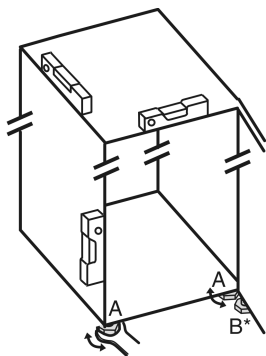

Fig. 24
- ▶ Svitare i piedini regolabili Fig. 24 (A) con la chiave a forchetta contenuta nella fornitura e con l'aiuto di una bilancia idrostatica, finché l'apparecchio non si trova in posizione stabile e piana.
- ▶ Con la chiave a forchetta in dotazione, svitare il piedino regolabile Fig. 24 (B) sul cuscinetto di supporto inferiore, fino a farlo appoggiare sul pavimento.
- ▶ Continuare a ruotare il piede di regolazione Fig. 24 (B) per un massimo di 90°, per evitare un danno alla porta.